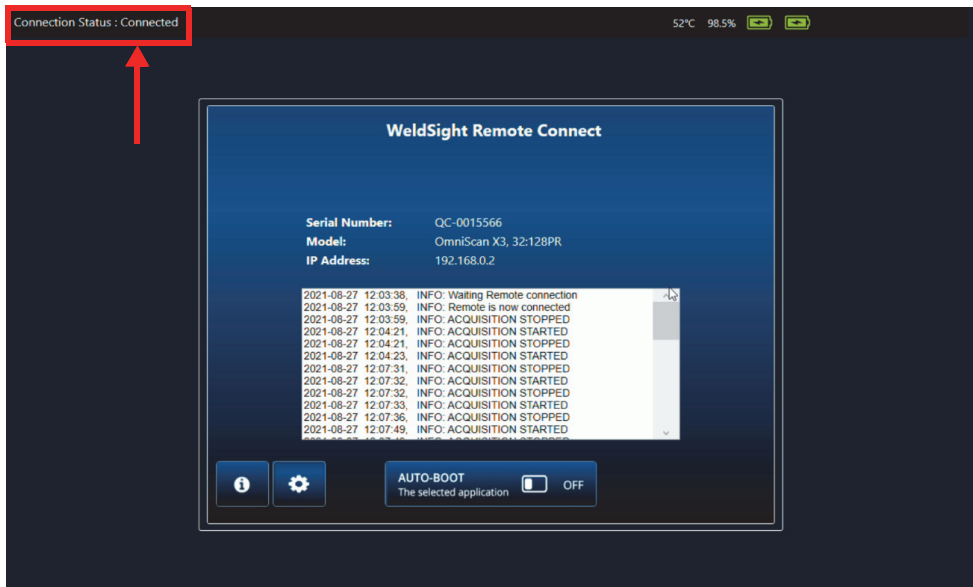

図 7-6 接続状態 - Connected
- すべてが正しく設定されていれば、WeldSight Remote Connect のステータスが **Ready** から **Connected**（77 ページの図 7-6.）になります。